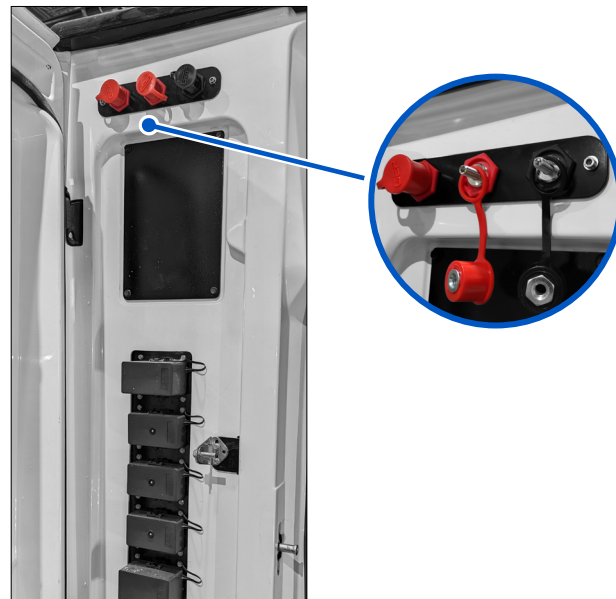

Figure 28 - Bornes électriques bas voltage (si équipé)
- Si nécessaire, une alimentation auxiliaire de 24 V pour alimenter la pompe hydraulique peut être appliquée aux deux bornes électriques (optionnelles) situées en haut du compartiment à accessoires (**Figure 28**) du côté passager.
3. Démarrez le véhicule et réglez la hauteur de caisse à sa position normale ou élevée en utilisant les commutateurs du tableau de bord (voir la section Suspension hydraulique). Prévoyez une alimentation auxiliaire de 24 V, si nécessaire (Figure 28).